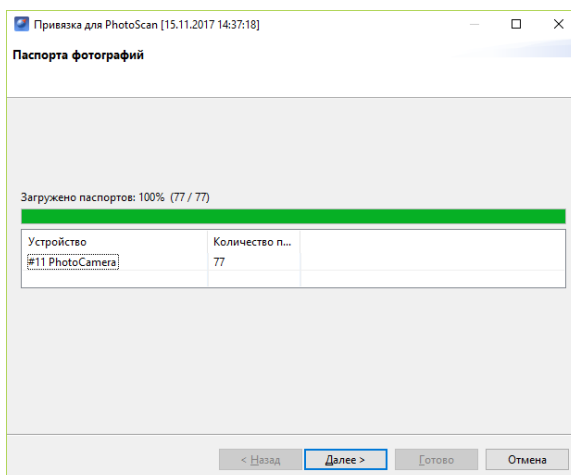

Рис. 116: Выбор паспортов фотографий
2. В появившемся окне нажмите кнопку **Далее** (рис. 116).